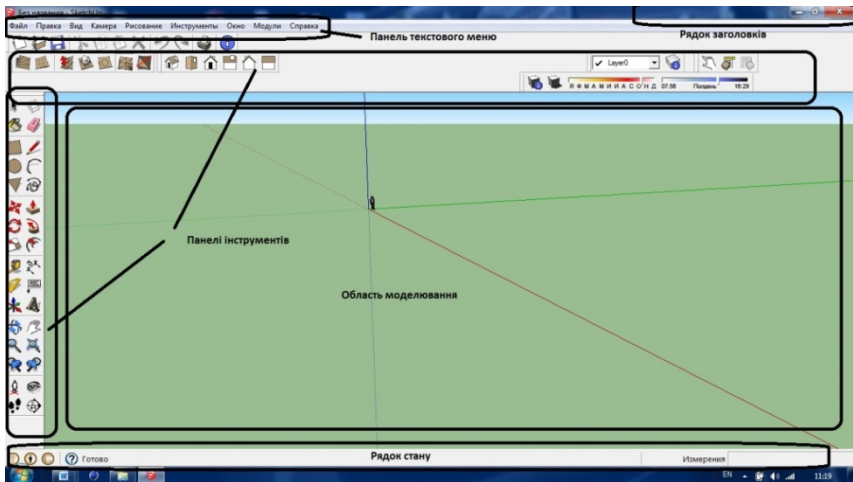

Рисунок 1.4
- *Область моделювання* займає основну частину робочого столу програми (рис. 1.4). У цій області і відбувається увесь процес моделювання.
- *Рядок заголовків*, розташований у верхній частині екрану, показує ім'я поточного відкритого файлу. У цьому ж рядку справа знаходяться три стандартні кнопки для згортання, розгортання і закриття вікна програми (рис. 1.4).